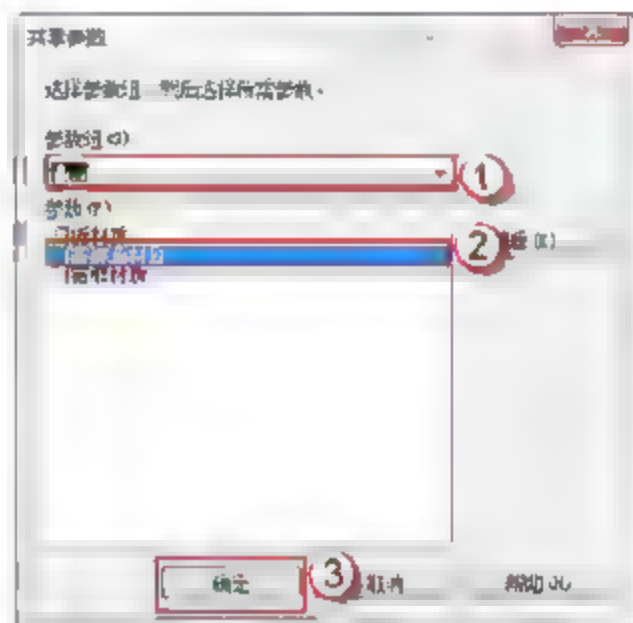

图 6.3.27 编辑 MC2430 窗户玻璃材质
(25) 添加 MC2430 窗户玻璃材质。选择 MC2430 窗户玻璃,在 MC2430 窗户玻璃的“属性”面板中,单击“材质和装饰”栏“材质”右侧的空白按钮,弹出“关联族参数”对话框,单击“添加参数(D)”按钮,弹出“参数属性”对话框。选择“共享参数”单选按钮,单击“确定”按钮,弹出“共享参数”对话框,在“参数组(G)”中选择“门窗”选项,在“参数(P)”中选择“门窗玻璃材质”选项,单击“确定”按钮,如图 6.3.27 所示。